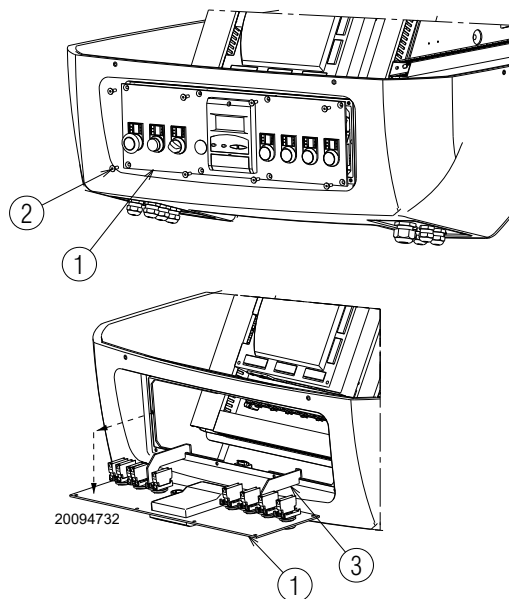

Fig. 33
- extraire le panneau de commande 1) et le tourner 90°, en l'accrochant avec les brides 3) correspondantes dans le profil du tableau électrique comme indiqué dans la Fig. 33;